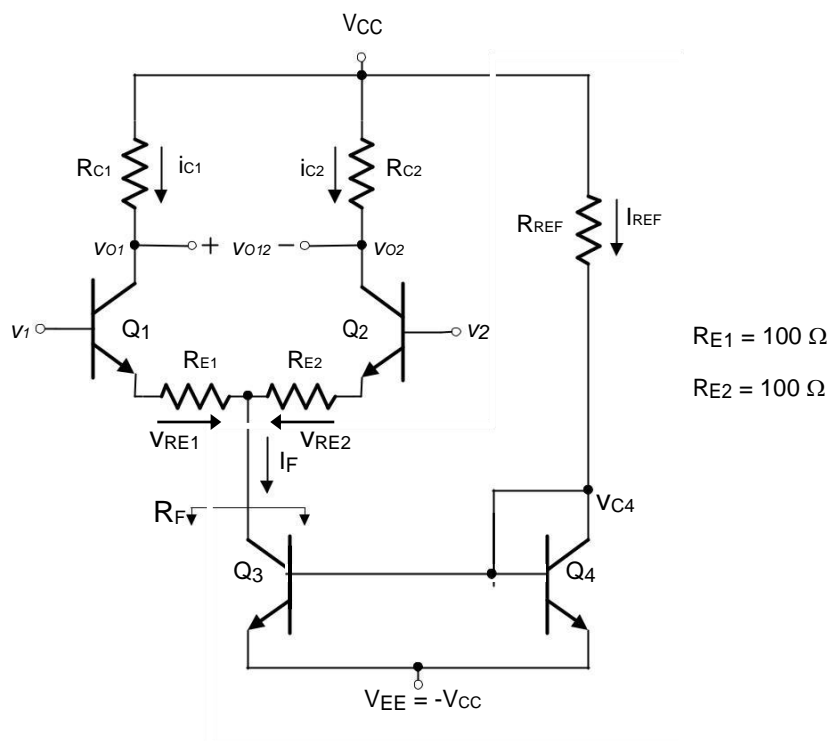
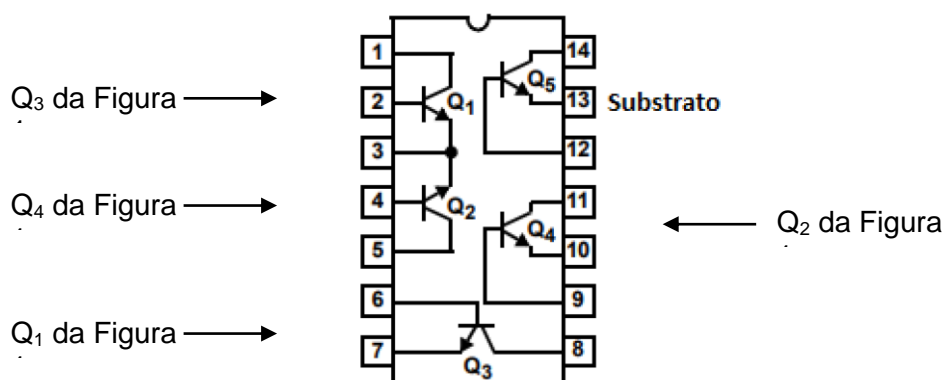

Figura L2.1: Par diferencial
Figura L2.3 – Circuito integrado CA3046 (vista por cima).
Considere o circuito amplificador da Figura L2.1, sendo os valores dos parâmetros dos transistores para efeitos de cálculos teóricos, apresentados na Tabela 4.
3.2 Determine o valor da resistência dinâmica da fonte, R_F (assinalada na Figura L2.1).
Consulte a folha de catálogo do circuito integrado CA3046 para montar o circuito da Figura L2.1. Utilize a correspondência recomendada entre a numeração dos transístores (Q_1 a Q_4) na Figura L2.1 e a numeração dos transístores na Figura L2.3. Tenha especial cuidado na ligação do pino 13 (substrato) do circuito integrado à tensão mais negativa (V_{EE}).